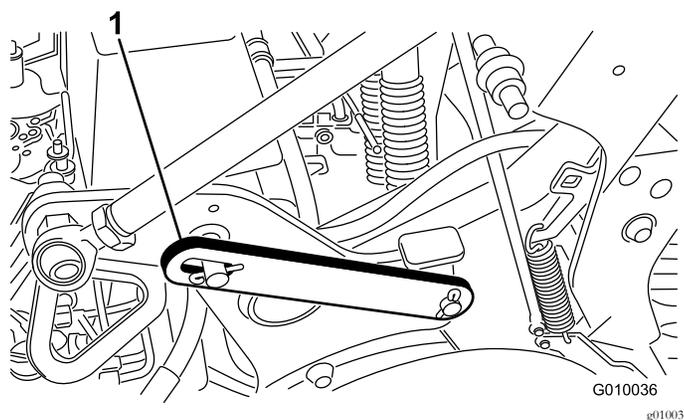

Рисунок 20
3. Снимите стопорное кольцо, которое крепит вспомогательную защелку в положении хранения (Рисунок 20).